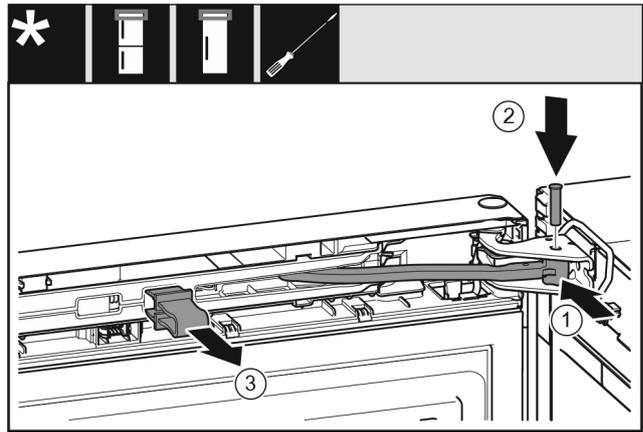

Fig. 48
- ▶ Gire la articulación en el soporte de cojinete. *Fig. 48 (1)*
- ▶ Introduzca el perno en el soporte de cojinete y la articulación. Preste atención a que el saliente de retención descansa correctamente en la ranura. *Fig. 48 (2)*
- ▶ Retire el seguro. *Fig. 48 (3)*